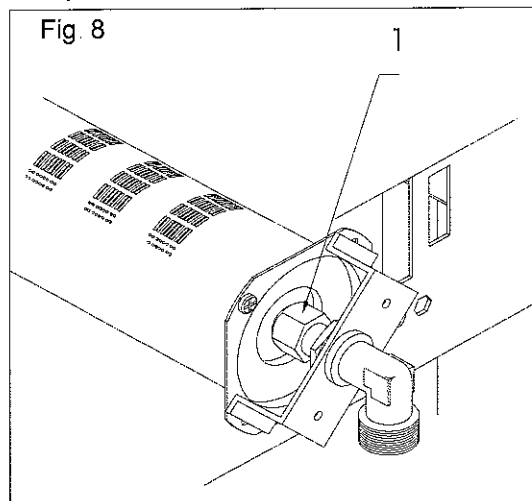

Fig. 8
- Acceder al quemador y con una llave adecuada desenroscar el inyector 1 que hay que cambiar (Fig. 8).